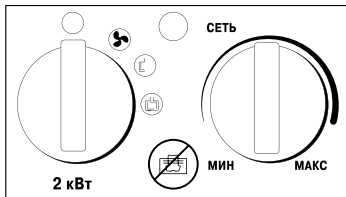

Рисунок 1
3. Переключатель слева отвечает за регулировку режимов мощности. Справа находится ручка регулировки термостата (рис. 1).